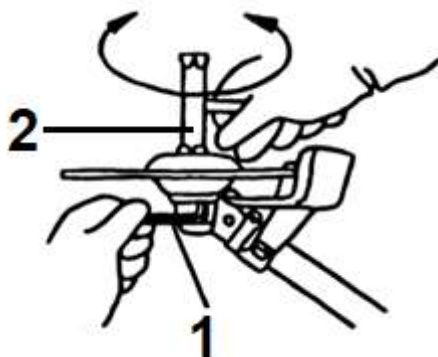

Рисунок 7. Схема встановлення дискового різального ножа.
1. Зафіксувати шпindel від провертання, встановити різальний ніж із комплектом шайб та зафіксувати гайкою згідно з рис. 7.